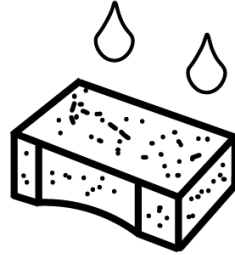

Bild 21
- Olja försiktigt in filtret, bild 21. Använd motorolja.